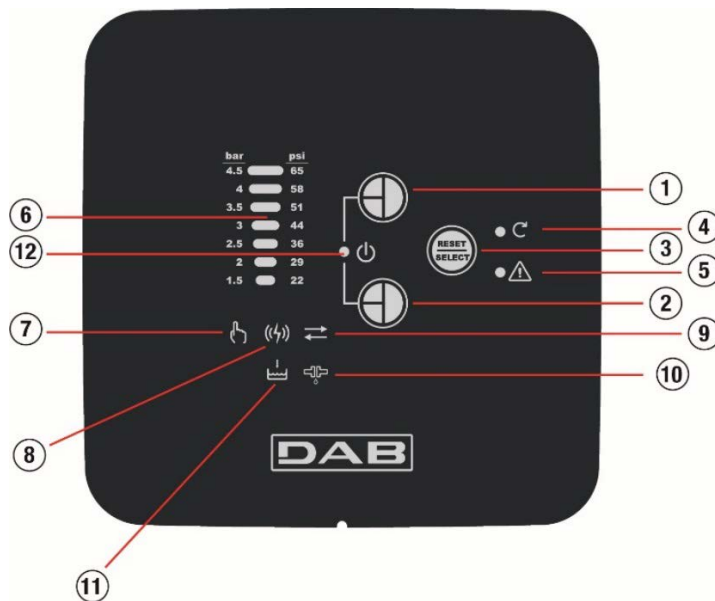

Abbildung 12: Das Paneel der Vorrichtung COM BOX
Der Anwender kann die konstante Einschaltung des Pumpenmotors einstellen. Achtung: Wie bei Pumpen ohne Elektronik wird somit jegliche Kontrolle und Schutz ausgeschlossen (Anti DRY RUN, Anti Cycling usw.) und die Pumpe kann nur mit der gleichzeitigen Betätigung der Tasten 1 und 2 gestoppt werden (siehe Abbildung 12).
Im Falle des Modells DTRON3 ist die Funktion Anticycling standardmäßig deaktiviert. Es ist möglich, sie zu befähigen, indem die Konsole COM BOX verwendet wird (siehe Funktion, Abbildung 12, 11).
DTRON3 und COM BOX, müssen für eine mögliche Kommunikation verbunden werden (siehe Abbildung 12).
Der Übergang von der **Betriebsweise Monitor** zur **Betriebsweise SETUP** wird ausgeführt, indem die Taste "-" (Abbildung 12, 1) und "Reset/Select" (Abbildung 12,3) mindestens 3 Sekunden lang betätigt wird. Der Übergang von der **Betriebsweise SETUP** zur **Betriebsweise Monitor** wird ausgeführt, indem die Taste "-" (Abbildung 12, 2) und "Reset/Select" (Abbildung 12,3) mindestens 3 Sekunden lang betätigt wird oder 1 Minute abgewartet wird, ohne jegliche Taste der Schnittstelle zu berühren. Nach dem Einschalten befindet sich die COM BOX standardmäßig in der Funktionsweise Monitor. Die Modalität SETUP wird durch das abwechselnde Blinken der LED STATUS MOTOR und ALARM angezeigt.
9.2 Betriebsweise Monitor Motorzustand (Abb. 12, 4)
Lesen der Alarme (Abb. 12, 5)
Funktion MANUAL MODE (Abb.12, 7)
Anschluss PLC (Abb. 12, 8)
Durch den gleichzeitigen Druck der Tasten „+“ und „-“, (Abb- 12, 1-2) und die Freigabe dieser erfolgt der Stopp des Motors der Pumpe, der nicht erneut startet, bevor ein neuer gleichzeitiger Druck der Tasten „+“ und „-“ erfolgt (Abb. 12, 1-2) und Freigabe dieser. Diese Untersagung hat auch Vorrang hinsichtlich einer eventuellen Einschaltung des Motors im der "MANUELLEN" Betriebsweise. Die Sperre der Pumpe endet, wenn DTRON3 und COM BOX nicht verbunden sind. Das Wiedereinschalten der DTRON3 oder die nicht erfolgte Verbindung zwischen COM BOX und DTRON3 hat keine Auswirkung auf die Einstellung der Untersagung.
Die Rückstellung der Alarme kann von Hand über die Taste „Reset/Select“ ausgeführt werden (Abbildung 12, 3).
Mit der Taste „Reset/Select“ (Abbildung 12, 3) kann man über die folgenden Einstellungen fortschreiten.
Mit dieser Funktion ist es möglich, den Wert des CUT-IN der Pumpe zu ändern. Dieser Wert ist mittels der Tasten „+“ und „-“, (Abb. 12, 1-2) erhöh- und senkbar und kann die Werte annehmen, die in der barometrischen Skala über Blinken dargestellt sind.
In dieser Einstellung wird mit der Taste „+“ (Abb. 12, 1) das Einschalten des Pumpenmotors hervorgerufen.
Die Taste „-“ (Abb. 12, 2) stellt die normalen Funktionsbedingungen wieder her.
In dieser Einstellung geht die COM BOX durch 5 Sekunden langes Drücken der Taste „+“ (Abb. 12, 1) vorübergehend in den Verbindungszustand PLC über das Stromnetz.
Die 5 Sekunden lang gedrückte Taste „-“ (Abb. 12, 2) beseitigt die eventuelle Verbindung mit DTRON3.
In dieser Einstellung wird mit der Taste „+“ (Abb. 12, 1) die Funktion ANTICYCLING aktiviert, wie zuvor beschrieben.